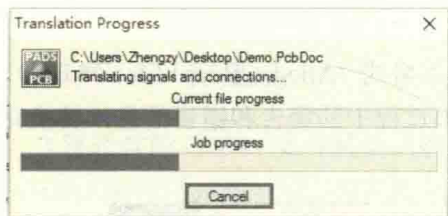

图 11-90 文件转换进度
- ① 单击右侧的“Add...”按钮, 添加需要转换的 Altium Designer PCB。
- ② 在“Place translated files in”处设置好文件路径和库路径。
- ③ 在“Translation options”处选择“Protel / Altium”转换选项。
- (2) 单击“Translate”按钮, 开始转换, 如图 11-90 所示。